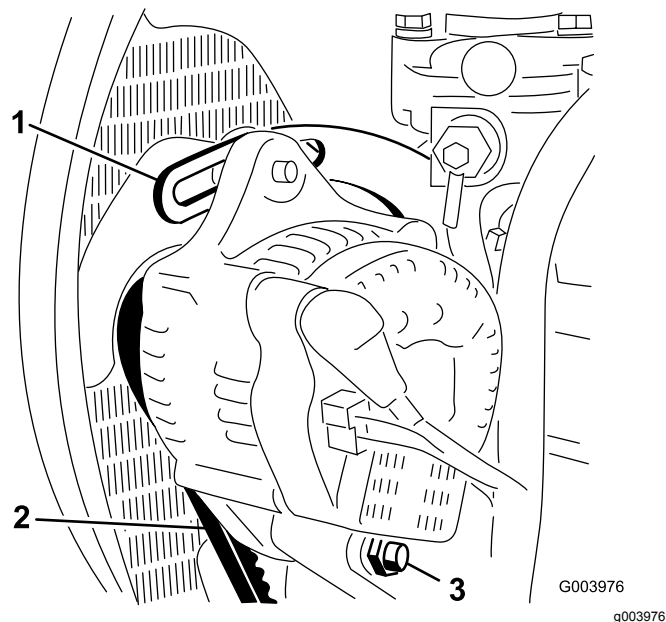

Figura 56
2. Compruebe la tensión de la correa del alternador flexionándola (Figura 56) en el punto intermedio entre las poleas del alternador y del cigüeñal con una fuerza de 10 kg (22 libras).
4. Afloje el perno que fija el tirante al motor (Figura 56), el perno que fija el alternador al tirante y el perno de pivote.